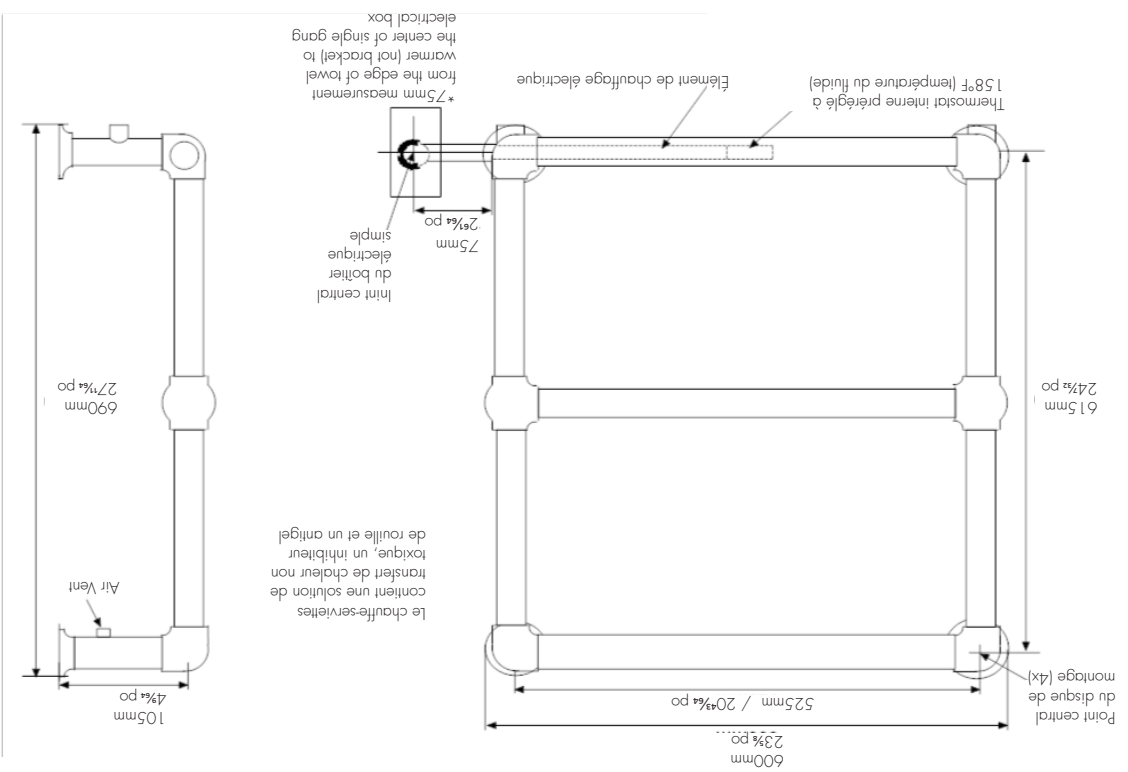

Figure 2
2. Une alimentation électrique passe ensuite du boîtier électrique du contrôleur à un boîtier électrique simple (inur chauffe-serviettes). L'emplacement de cette boîte électrique détermine l'emplacement de votre chauffe-serviettes (voir figure 2).
3. Des montants muraux ou un contreplaqué sont nécessaires dans le mur à tous les emplacements des supports. Voir la figure 2 inur l'emplacement des supports.
2. fournies et aux emplacements illustrés à la figure 2.